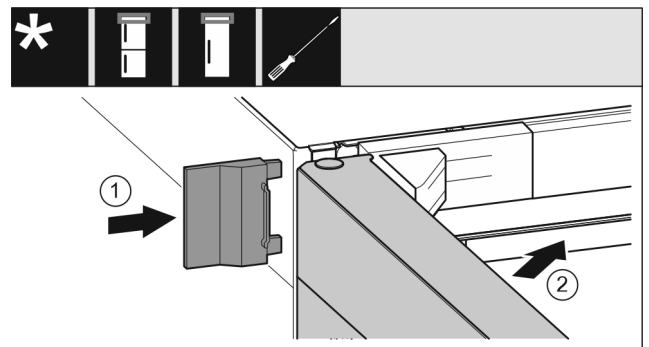

Fig. 23
- ▶ Tolja fel a külső fedelet. Fig. 23 (1)
- ▶ Csukja be a felső ajtót. Fig. 23 (2)